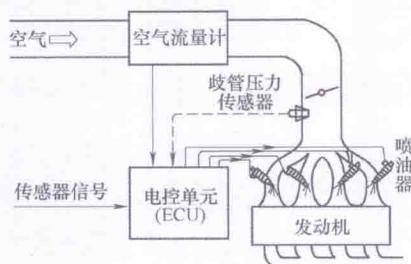

图 1-5 顺序喷射
(3) 顺序喷射 如图 1-5 所示，顺序喷射是指各喷油器由电控单元分别控制，按发动机各缸的工作顺序喷油；多缸发动机电控燃油喷射系统采用分组喷射或顺序喷射方式较多。